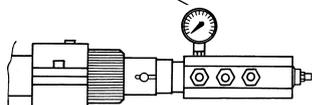
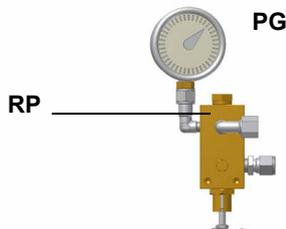

Рис. 12
Рис. 13
- 5 Давление питания форсунки уже отрегулировано заранее на заводе-изготовителе и не должно изменяться. Только в случае необходимости, отрегулировать давление питания (см. соответствующий параграф) следующим образом: установить манометр в положение, указанное на Рис. 12, воздействовать на регулировочный винт VR насоса (см. Рис. 13) до получения на форсунке давления в 20бар (форсунки Monarch или форсунки Bergonzo - см. на стр.33-34);